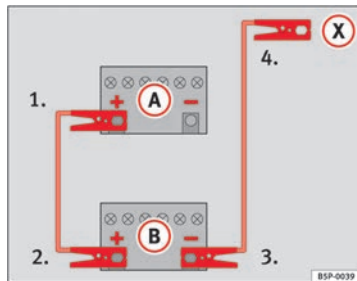

Fig. 214 Schéma de branchement pour les véhicules non équipés du système Start-Stop.
2. Raccordez une extrémité du câble de démarrage *rouge* au pôle positif (+) du véhicule dont la batterie est déchargée (A) ⇒ fig. 214.
3. Raccordez l'autre extrémité du câble de démarrage *rouge* à la borne positive (+) du véhicule fournissant le courant (B).
4. **Sur les véhicules sans système Start-Stop :** Raccordez une extrémité du câble de démarrage *noir* à la borne négative (-) du véhicule fournissant le courant (B).
- **Sur les véhicules avec système Start-Stop :** Raccordez une extrémité du câble de démarrage *noir* (X) à une borne de mise à la terre appropriée, à une pièce métallique massive vissée au bloc-moteur, ou au bloc-moteur lui-même..
5. Raccordez l'autre extrémité du câble de démarrage *noir* (X), sur le véhicule avec la batterie déchargée, à une pièce en métal massif vissée au bloc-moteur ou directement au bloc-moteur, mais le plus loin possible de la batterie (A).